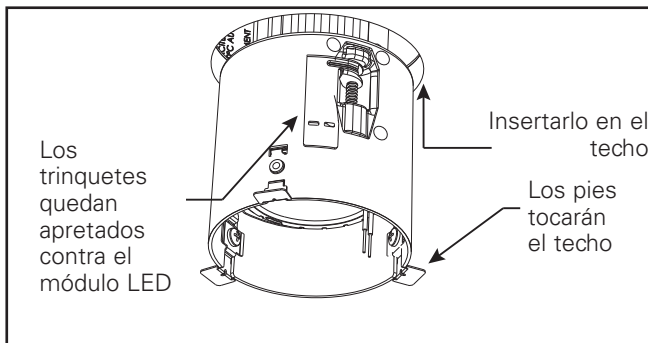

Figura 4
4. Asegúrese de que los trinquetes estén apretados contra el módulo LED antes de insertar el módulo en el techo (consulte la figura 4).